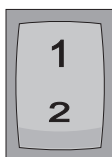

Abb. 2
Um die Kraftstoffmenge in höheren Lagen entsprechend anzupassen, wird eine zweite Pumpe (Abb. 1-4) parallel zur normalen Pumpe verbaut. Diese hat eine geringere Fördermenge. Über einen Umschalter (Abb. 2) im Fahrzeuginnern kann zwischen beiden Pumpen umgeschaltet werden.
► Schalter (Abb. 2) auf Stellung 1 stellen.
► Schalter (Abb. 2) auf Stellung 2 stellen.